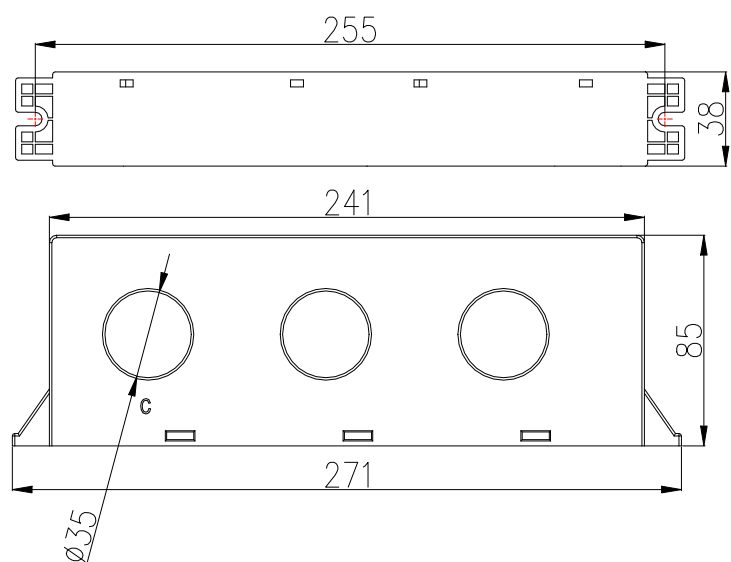

图 6 分体式互感器(250A、800A 电流规格用)外形尺寸
5.3.2 分体式互感器(250A、800A 电流规格)外形尺寸如图 6 所示（单位：mm）：